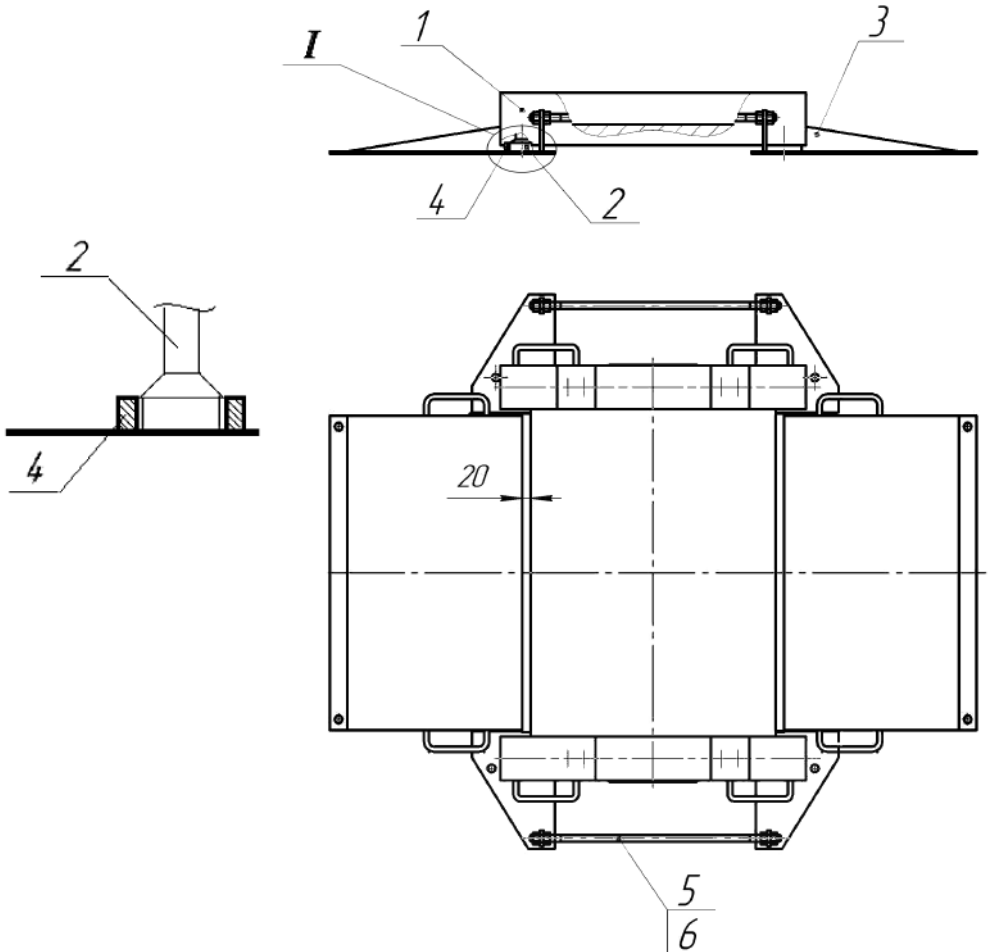

Рисунок 1. Платформа в составе весов ВСМ-20000П, где
7.3.2.3 Шпильками 5 (см. Рисунок 1) связать пандусы между собой и с помощью контргаек 6 (см. Рисунок 1) выставить таким образом, чтобы зазоры между платформой и пандусами были равны 20 мм.